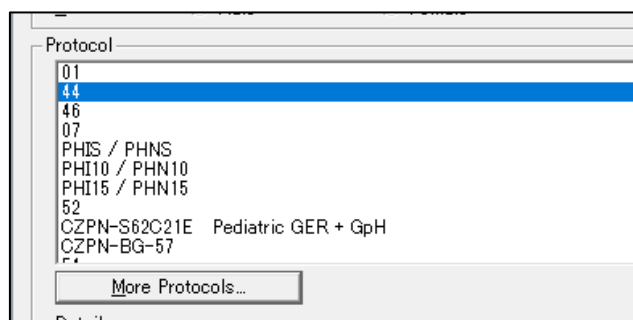

図 14 カテーテル型番号の選択画面 (ZAN-BG-44 の例)
- ① “Protocol”に表示されているカテーテル型番リストから使用するカテーテル型番号を選択します（図 14）。
- ② 選択したプロトコルの詳細は、画面の下の“Details”で確認ができます。
**参考：** 必要なプロトコルがカテーテル型番リストにない場合は、拡張プロトコルリストで使用するカテーテルの型番号を追加する必要があります。“More Protocols”をクリックし、カテーテルの型番号を追加します（図 14）。詳細は、53 ページ「11.5 使用するプローブの編集 (Edit Protocol List)」を参照してください。必要なプロトコルが存在しない場合は、弊社担当にご連絡ください (CZPN-BG-57 等)。詳細は 55 ページ「11.6 プロトコルのインポート」を参照してください。使用するプロトコルのみを含むようにプロトコルリストをカスタマイズする場合は、[オプション]をクリックし、次に[プロトコルリストの編集]をクリックします。詳細は、8.5「プロトコルリストの編集」を参照してください。